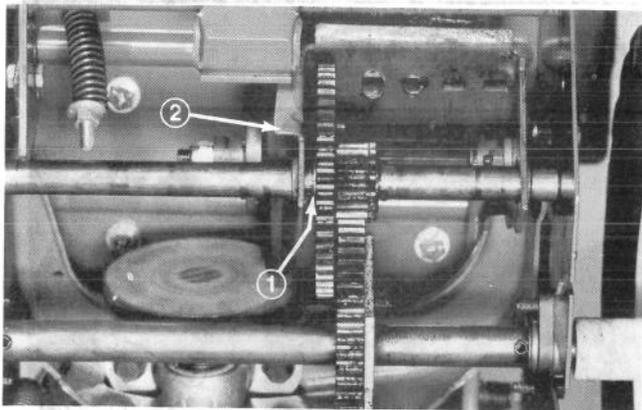

Figure 3B
3. Déplacez l'assemblage de transmission vers la droite, touchant la goupille. Ceci est effectué en amenant le sélecteur de vitesse en position de traction avant No. 3 et en poussant la tige du sélecteur de vitesse vers la bas (Fig. 3B).